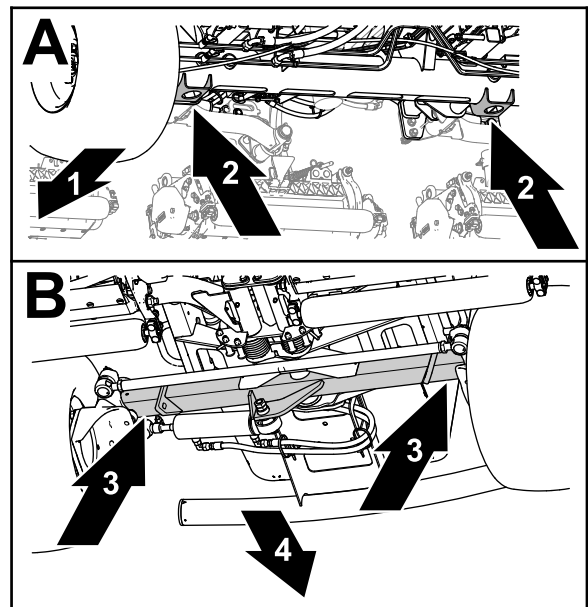

Bild 55
- Front: Die Wagenheberaufnahmen des Vorderachsrohrs (Bild 55).